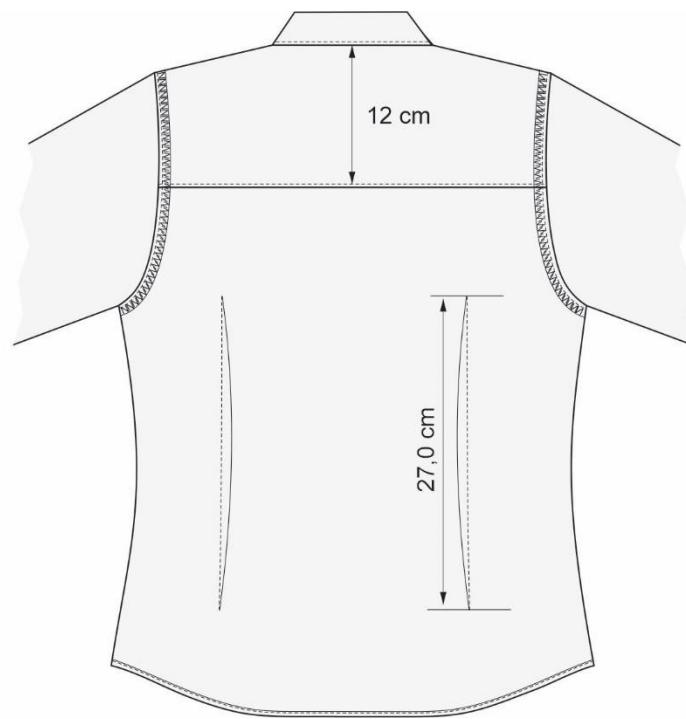

Figura 6 – Detalhes internos das costas (tolerância $\pm 0,5$ cm)
4.1.12 Costas da camisa social feminina com pala composta por dupla folha de tecido medindo do centro decote a altura 12,0 cm. Na altura da cintura a camisa possui duas pences de 27,0 cm para um melhor ajuste da peça ao corpo (ver figura 6).